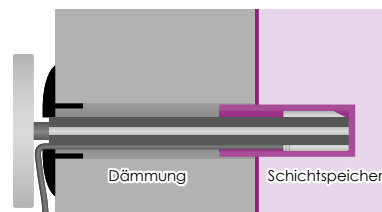

Bild 13: Das Steckmodul ist bis zum Anschlag in die Tauchhülse geschoben.
- Schieben Sie das Steckmodul bis zum Anschlag in die Tauchhülse (► Bild 13).